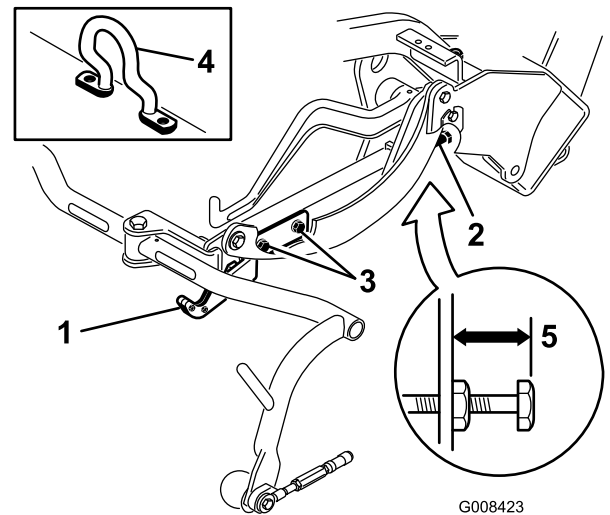
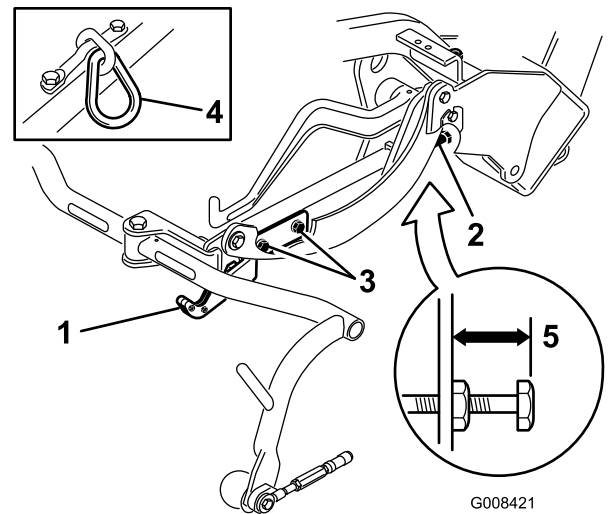
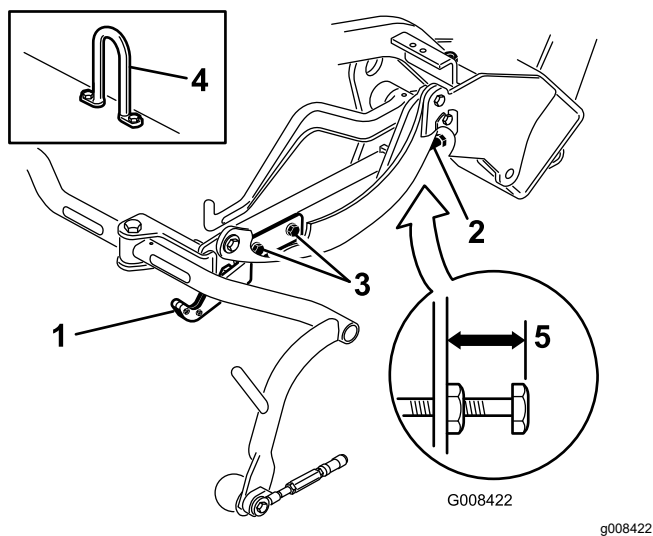

Figura 11
Figura 12
Figura 13
3. En unidades de corte equipadas con un gancho de elevación con eslabón de cadena o recto (Figura 12 y Figura 13, detalle), compruebe que la distancia entre la parte superior del tornillo de ajuste del bastidor de tiro y el borde trasero del bastidor de tiro es de 22 mm. Si la distancia no es de 22 mm, continúe con el paso 4. Si la unidad de corte está equipada con un gancho de elevación acodado, (Figura 11), continúe con el paso siguiente.
Compruebe la altura de transporte (Figura 12 y Figura 13) y ajústela si es necesario.
2. En unidades de corte equipadas con un gancho de elevación acodado (Figura 11, detalle) compruebe que la distancia entre la parte superior del tornillo de ajuste del bastidor de tiro y el borde trasero del bastidor de tiro es de 25 mm. Si la distancia no es de 25 mm, continúe con el paso 4.
4. Afloje los tornillos de montaje de la pletina de transporte (Figura 12, Figura 13 y Figura 11).
7. Si los bastidores de tiro no están a la misma altura, afloje la contratuerca del tornillo de ajuste del bastidor de tiro (Fig.Figura 11, Figura 12 y Figura 13). Gire el tornillo hacia fuera para elevar y hacia dentro para bajar. Apriete la contratuerca después de obtener la altura adecuada.